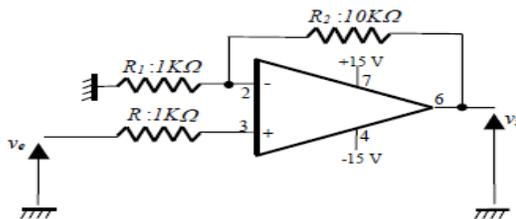
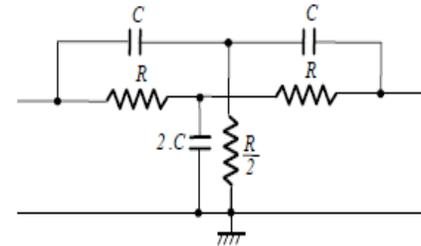

Figure 5. Montage non inverseur
Figure 6 : Filtre "double T"
**P 1. On considère le filtre réjecteur de la figure 6.**
**M1. Relier en cascade le filtre réjecteur de fréquence « double T » (figure 6) et l'amplificateur non inverseur (figure 5,  $R_2 = 10 k\Omega$ ).** Dessiner le schéma complet de votre montage.